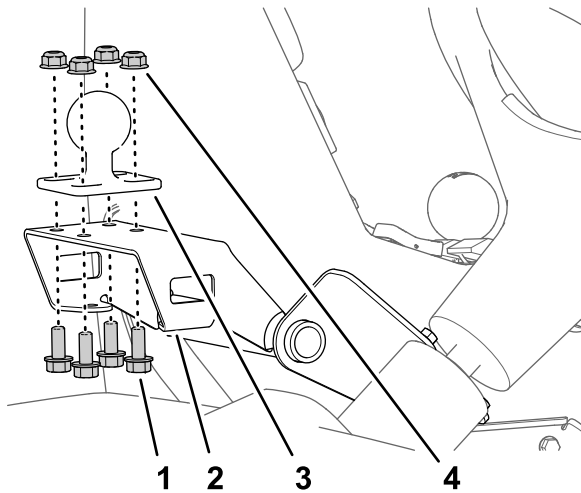

図 166
- ボールマウントをモニターマウント用ブラケットに組み付ける 図 166 フランジヘッドボルト 5/16 x 3/4" 4本とフランジロックナット 5/16" 4個を使用する。